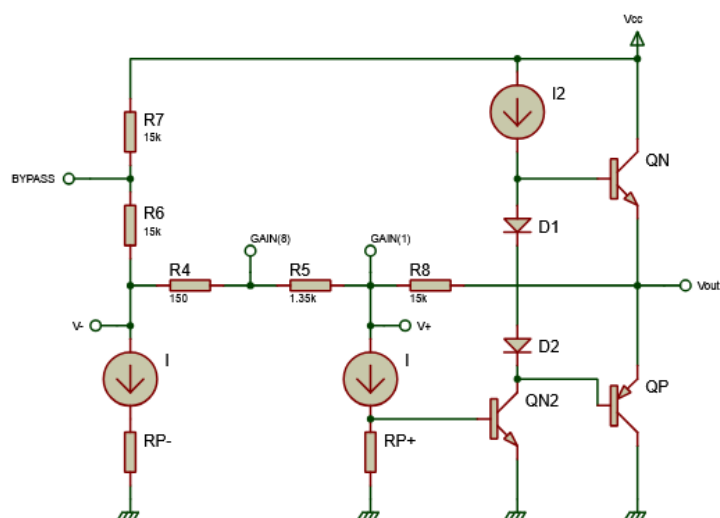

Figure 4 - Schéma simplifié du LM386
On donne aussi un schéma simplifié du LM386 en Figure 4.
- 3) Identifiez, par rapport à la structure standard d'un amplificateur intégré de la Figure 1, les différents étages de l'amplificateur de classe B amélioré, et du LM386 simplifié (Figure 4).
- 4) Expliquez le principe de fonctionnement du montage (3), en sachant qu'on essaie de positionner la sortie du régulateur, au repos, à 4,5V.